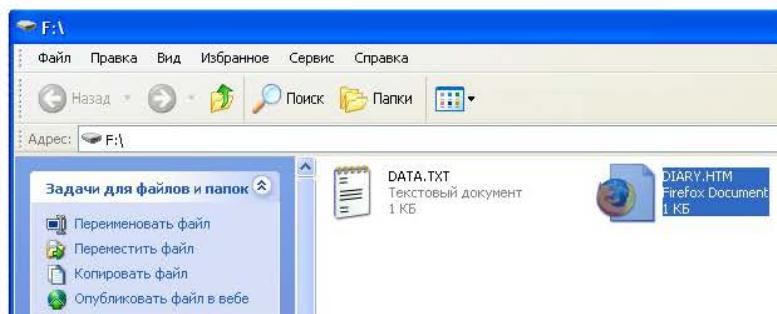

Рис. 7. Фрагмент записи истории измерений мощности дозы в журнал
3.2.1 Подключить прибор к ПК при помощи прилагаемого USB кабеля. Через 1-5 секунд операционная система ПК (Windows XP и выше) обнаружит его. В разделе «Мой компьютер» появится новый съемный диск. На экране отобразится окно с файлом журнала - «DIARY.HTM» см. Рис.7.